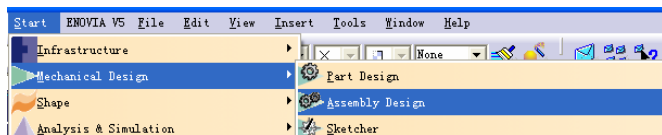

图 5-1
- 启动 CATIA, 选择 Start→Mechanical Design→Assembly Design 命令, 如图 5-1 所示。